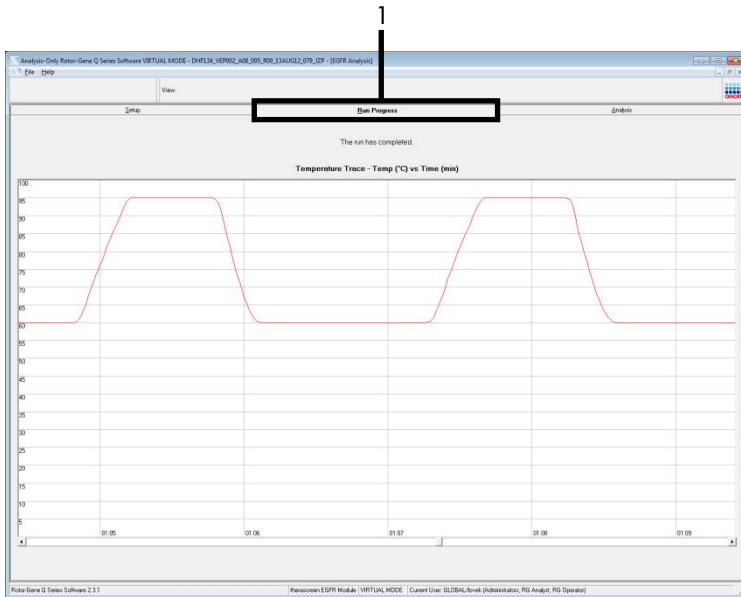

**Figura 15.** Ventana "Save As" (Guardar como) (1).2 = Campos "File Name" (Nombre de archivo) y "Save as type" (Guardar como tipo), 3 = "Save" (Guardar).
17. Se abre la ventana “Save As” (Guardar como). Seleccione un nombre de archivo adecuado y guarde la serie de PCR como un archivo ejecutable \*.rex en la ubicación seleccionada. Haga clic en Save (Guardar) (figura 15).